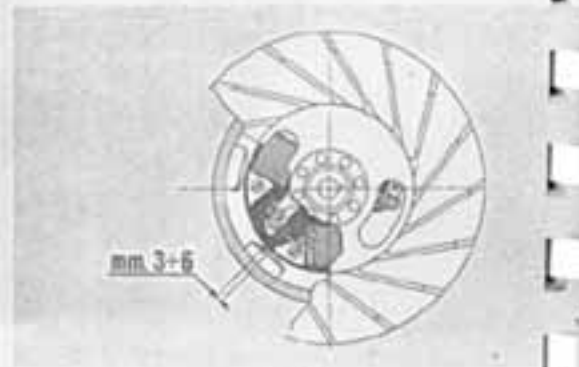

Fig. 74
b) - Ruotare il supporto bobine in modo da assumere alla bobine di alimentazione bobina esterna la posizione indicata in fig. 74.
5) - Agire attraverso l'asola del rotore e spostare il supporto bobine fino a realizzare le condizioni descritte al paragrafo • b • corrispondenti ai 2 tipi di volano (fig. 73 volano in • Plastiform • - fig. 74 volano del tipo • tradizionale •).